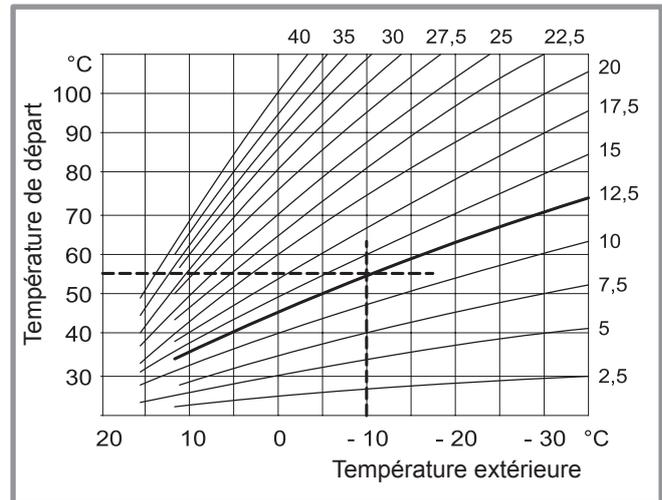

Figure 39 - Pente de chauffage
- Choisir la pente de la courbe de chauffe selon la méthode décrite au paragraphe "Réglage de la pente de chauffage". (voir Figure 39, page 36).